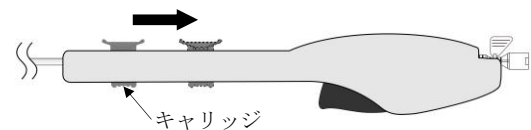
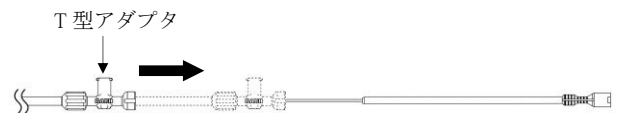

図11-1
図11-2
- (7)X線透視下において、ステントが完全に展開するまで、選択したステントの展開方法にてステントの展開を行う。アウターシースのキャリッジ又はT型アダプタが術者の方向に引き戻されることにより、留置する適切な位置でステントが徐々に展開される（図11-1、図11-2）。